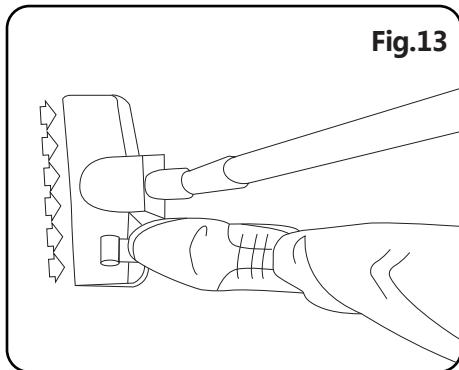

Fig.13
4. Como en la fig.13, pise de nuevo el pedal del cepillo para ocultar las cerdas en el interior y poder limpiar las alfombras.